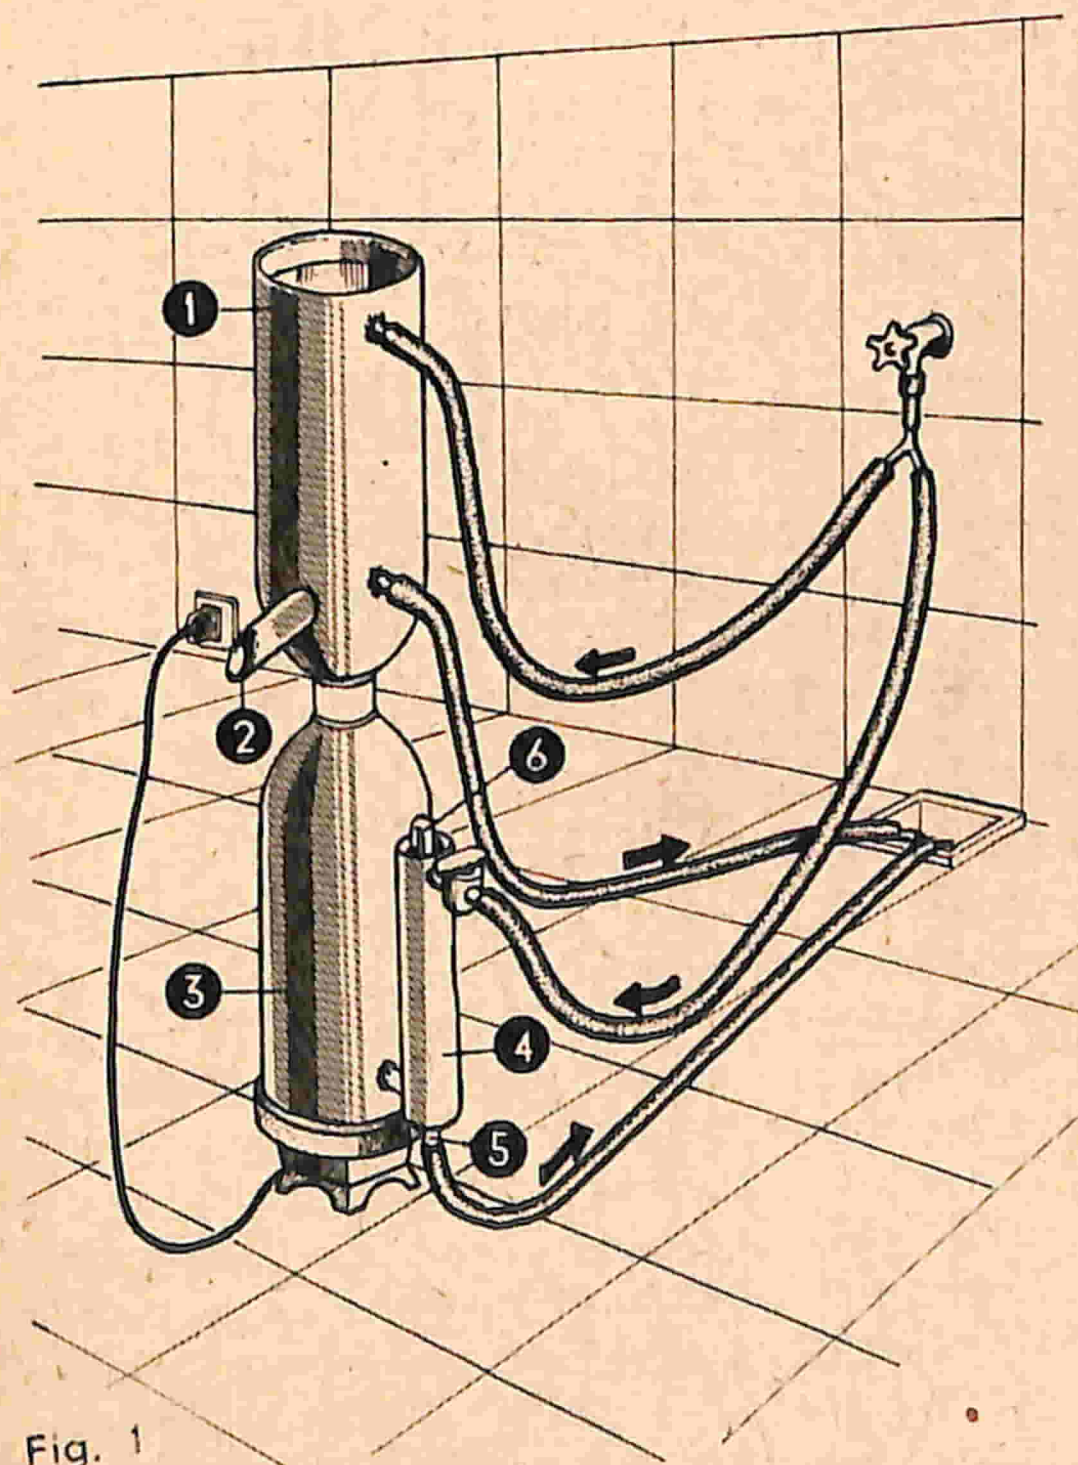

Fig. 1
Allo scopo di ovviare tale increscioso contrattempo, pensai di presentare ai Lettori di Sistema Pratico un pratico ed economico distillatore per acqua, che li mettesse in grado di produrre in casa, con spesa relativa, l'acqua distillata necessaria ai loro esperimenti (fig. 1).
1) approntamento del corpo bollitore (fig. 1 - part. 3);
2) costruzione del dispositivo atto a mantenere in funzione continuata l'apparecchio (constant-high) e relativa applicazione al corpo bollitore (fig. 1 - part. 4);
3) avvolgimento della serpentina di condensazione (fig. 1 - part. 2);
4) approntamento del manicotto refrigerante (fig. 1 - part. 1).